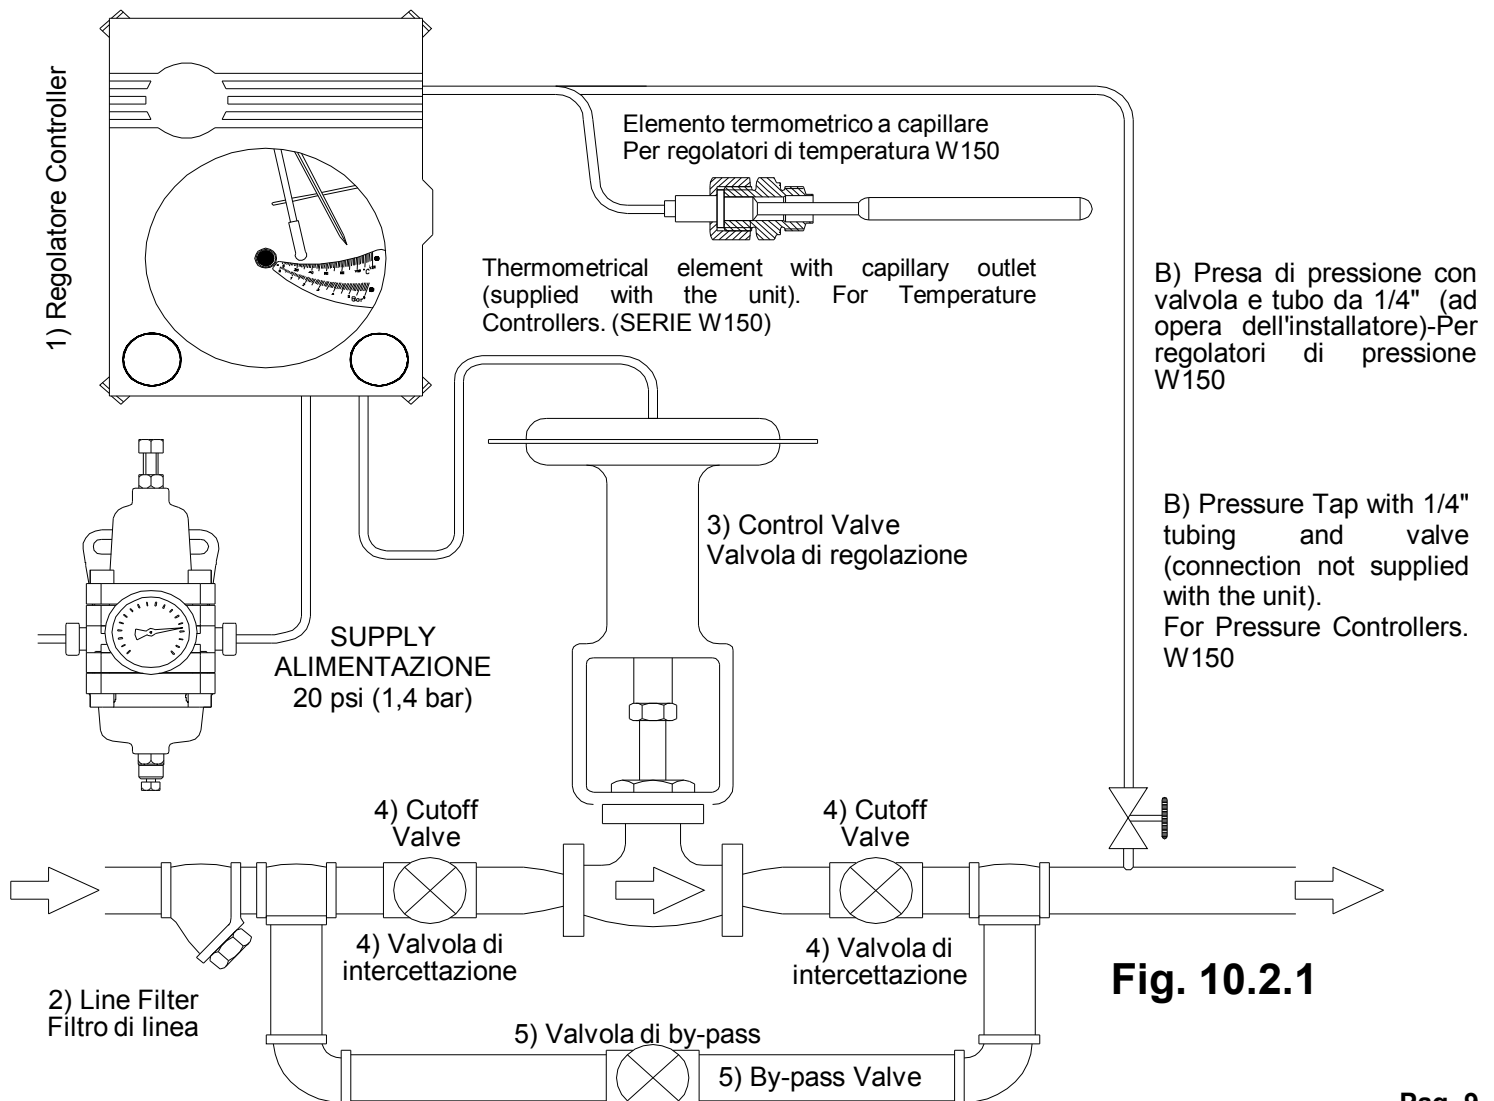

Fig. 10.2.1
10.2. COLLEGAMENTO ALLA VALVOLA DI REGOLAZIONE (Fig. 10.2.1)
10.2. PNEUMATIC CONTROL VALVE INSTALLATION (Fig. 10.2.1)
C - Aprire completamente le valvole d'intercettazione situate a monte e a valle della valvola di regolazione, accertandosi che la valvola di by-pass sia chiusa vedi (Fig. 10.2.1)
D - Se la valvola di regolazione (3) è dotata di by-pass (5), controllare che quest'ultima sia ben chiusa e che la valvola d' intercettazione a valle (4) sia completamente aperta (vedi Fig.10.2.1).
E - Aprire lentamente e completamente la valvola d'intercettazione a monte della valvola di regolazione (4.Fig. 10.2.1).
C - Completely open the cutoff valves situated upstream and downstream to the control valve. Make sure that the bypass valve is closed (see Fig. 10.2.1).
D - Make sure that the bypass valve (5) supplied with the pneumatic valve (3) is completely closed and that the downstream cutoff valve (4) is fully open (see Fig.10.2.1).
E - Open the cutoff valve (4) situated upstream to the pneumatic valve slowly and completely (see Fig. 10.2.1).
E - Aprire lentamente e completamente la valvola d'intercettazione a monte della valvola di regolazione (4 Fig. 10.2.1).
D - Make sure that the bypass valve (5) supplied with the pneumatic valve (3) is completely closed and that the downstream cutoff valve (4) is full open (see Fig. 10.2.1).
E - Make sure that the bypass valve (5) supplied with the pneumatic valve (3) is completely closed and that the downstream cutoff valve (4) is fully open (see Fig.10.2.1).
E - Se la valvola di regolazione (3) è dotata di by-pass (5), controllare che quest'ultima sia ben chiusa e che la valvola d' intercettazione a valle (4) sia completamente aperta (vedi Fig.10.2.1).
F - Aprire lentamente e completamente la valvola d'intercettazione a monte della valvola di regolazione (4 Fig. 10.2.1).
F - Open the cutoff valve (4) situated upstream to the pneumatic valve slowly and completely (see Fig. 10.2.1).